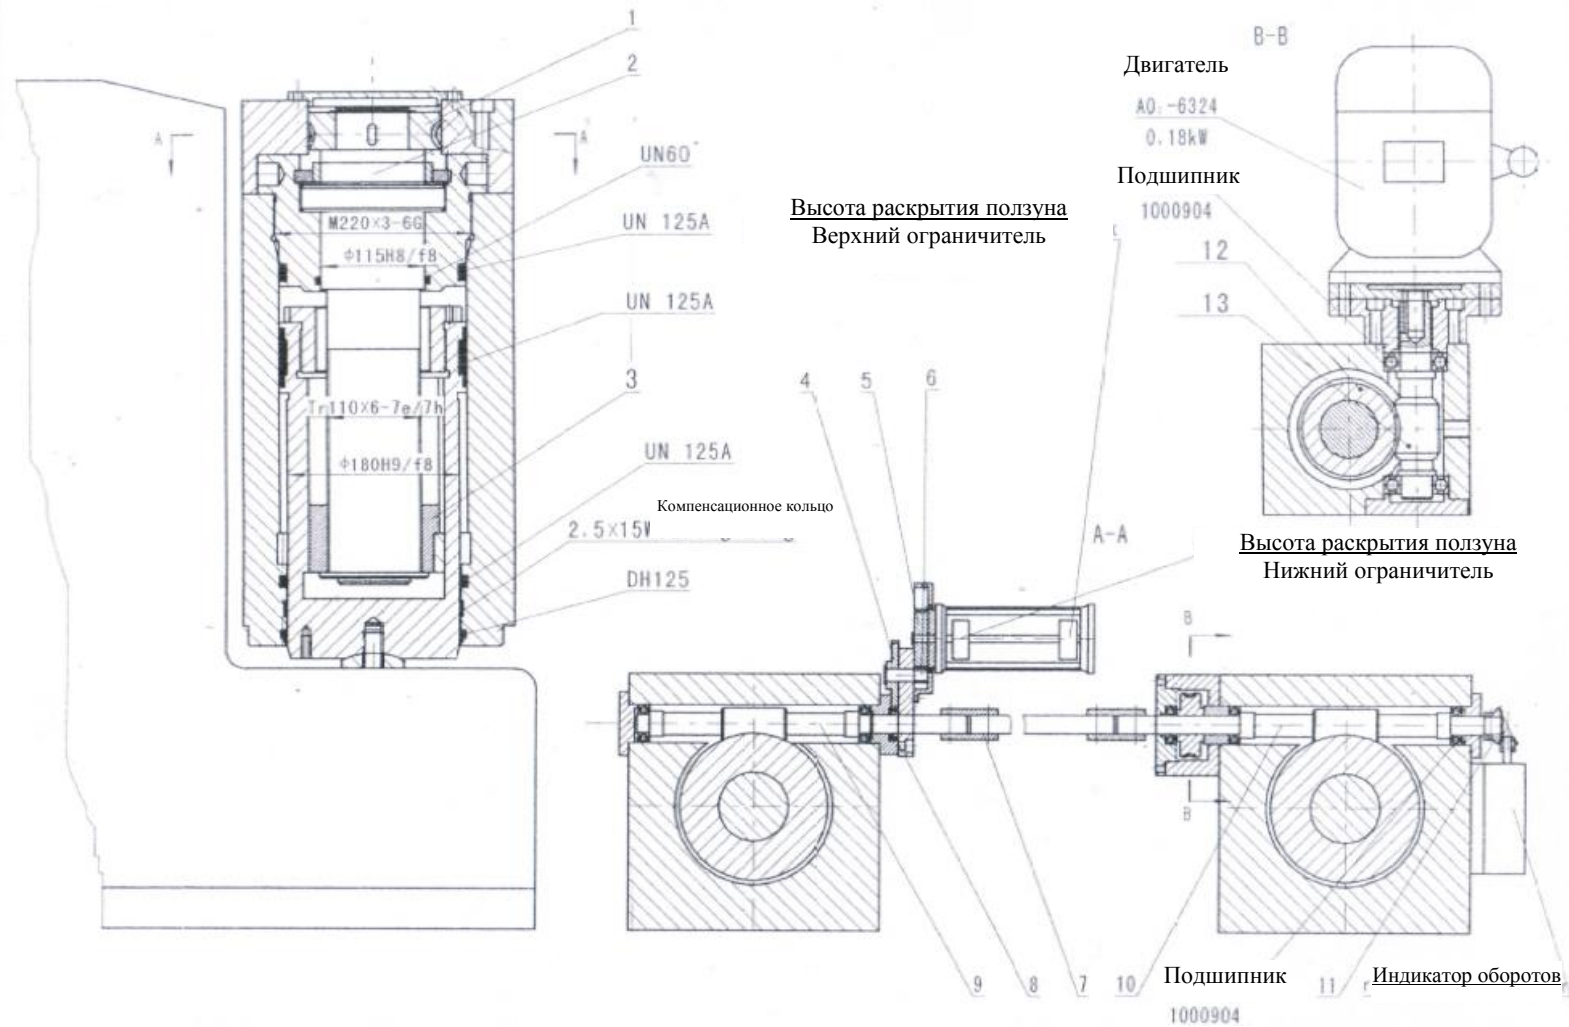

Рис. 3. Схема гидроцилиндра и механизма установки координаты по оси «У»
По причине различной толщины изгибаемого материала и размеров V-образного канала матрицы, рабочий ход траверсы должен быть отрегулирован по мере необходимости с использованием органов управления на панели управления, при этом зубчатое колесо червячной передачи выполняет подъём и опускании винтовой штанги (рис. 3) для изменения расстояния, проходимого поршнем ГЦ.
Если после некоторого времени работы машины окажется, что верхняя и нижняя поверхности стола перекошены (см. Рис. 3) – углы сгиба слева и справа разные, необходимо отпустить муфту (7) и повернуть червячный вал (9) или (10) изменить расстояние между винтовой штангой (3) и винтовой гайкой (2) одного из гидроцилиндров. Далее провести пробный сгиб и, при необходимости, повторить операцию. Машина надлежащим образом регулируется перед отправкой с завода, дополнительного регулирования, как правило, не требуется.